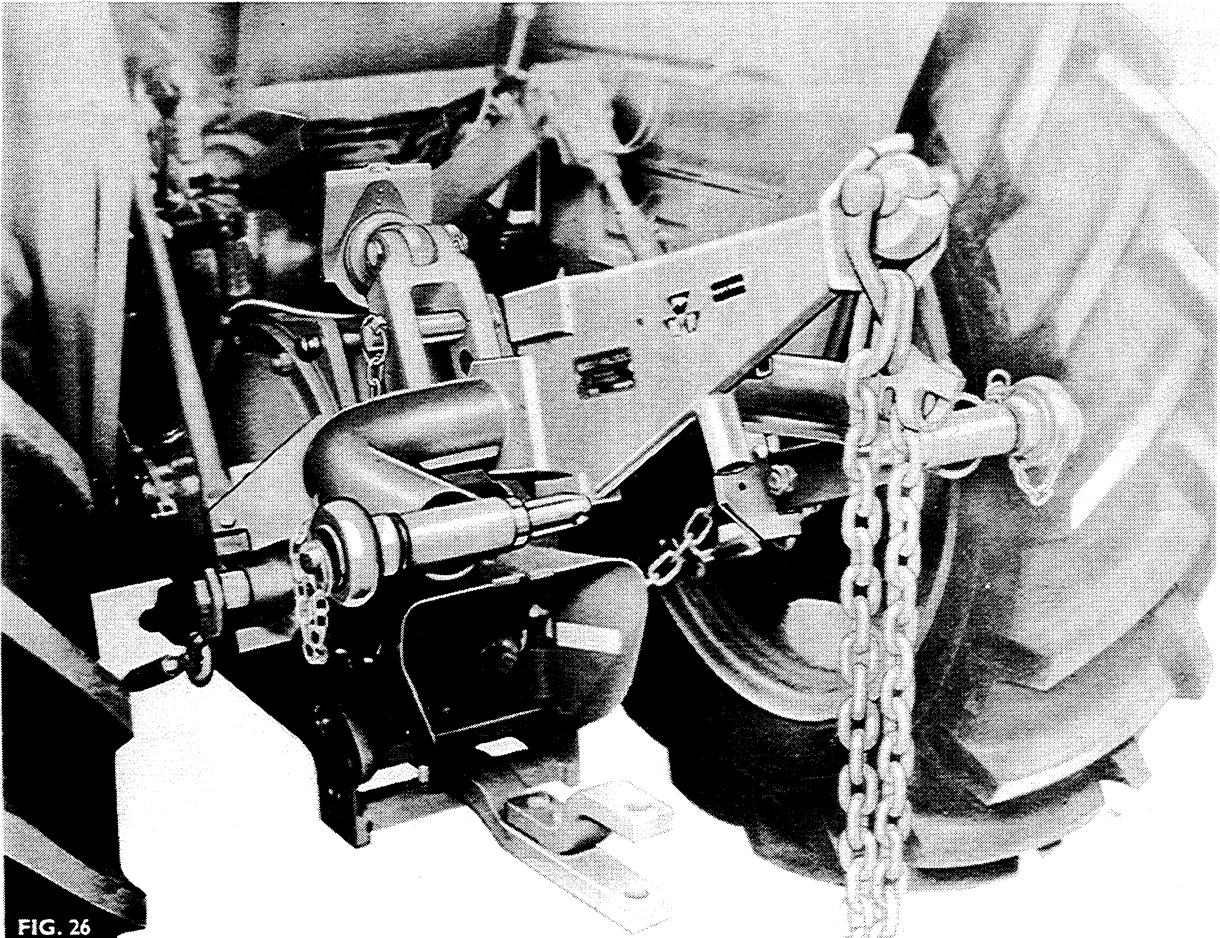

FIG. 26
**PRESSURE CONTROL COUPLER****Fig. 26**